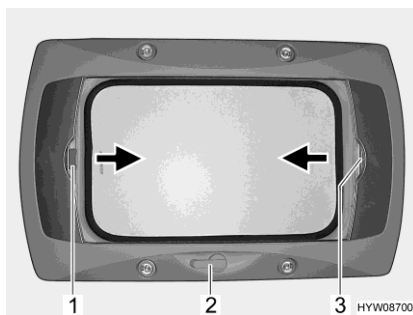

Fig. 78 Lanterneau à manivelle
- Tourner la manivelle (Fig. 78,2) jusqu'à ressentir une résistance.
- Tirer la poignée du dispositif occultant plissé (Fig. 78,3) dans le sens de la flèche et le relâcher lorsqu'il a atteint la position voulue. Le dispositif occultant plissé reste alors à cette position.
- Tirer sur la poignée (Fig. 78,1) de la moustiquaire dans le sens de la flèche jusqu'à toucher la poignée du dispositif occultant plissé (Fig. 78,3) située vis-à-vis et la faire s'enclencher.
- Appuyer sur la poignée de la moustiquaire (Fig. 78,1) vers l'arrière et le haut et décrocher la moustiquaire du dispositif occultant plissé (Fig. 78,3).